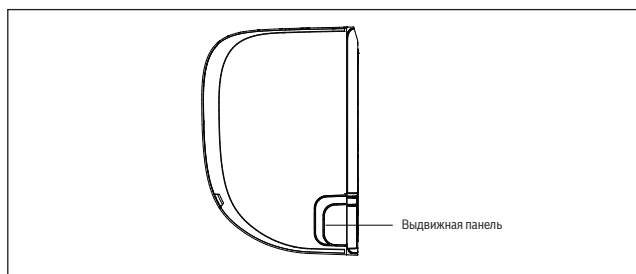

Рис. 9.
2. Если отверстие в стене находится за устройством, то необходимо удерживать выдвижную панель на месте. Если отверстие в стене находится с одной из сторон от внутреннего блока, то необходимо снять пластиковую выдвижную панель с этой стороны устройства. (См. рис. 9). Таким образом можно выполнить разъем, через который система трубопроводов сможет выйти к блоку. Если пластиковые панели сложно демонтировать вручную, используйте остроносые плоскогубцы.